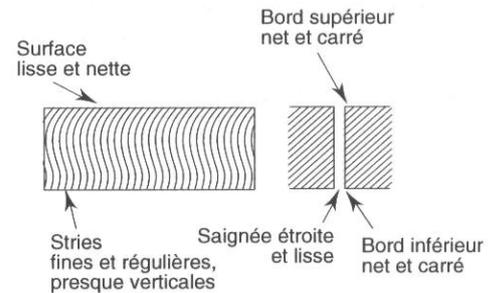

Figure.4.8
- les stries sont uniformes et verticales. Pas besoin de meuler (Figure.4.8).